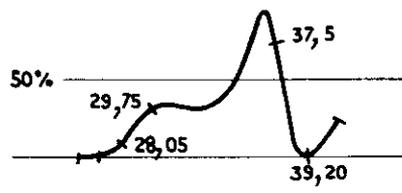

Fig: 4
2. Visser 328 pour obtenir la courbe de la figure 4.